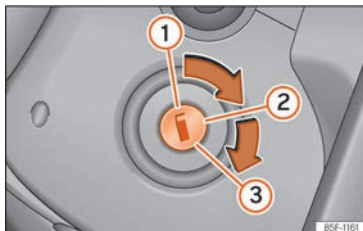

Abb. 135 Positionen des Zündschlüssels
Positionen des Schlüssels » Abb. 135
- Drehen Sie den Zündschlüssel in Stellung »» **Abb. 135 ②**. Dieselfahrzeuge werden vorgeglüht .
- Drehen Sie den Zündschlüssel weiter in die Stellung »» **Abb. 135 ③** ohne Gas zu geben.
- Wenn der Motor anspringt, Zündschlüssel loslassen. Beim Loslassen geht der Fahrzeugschlüssel in die Position **②** zurück.
- *Fahrzeuge mit Zündschloss:* Drehen Sie den Zündschlüssel in Stellung »» Abb. 135 ⓘ.